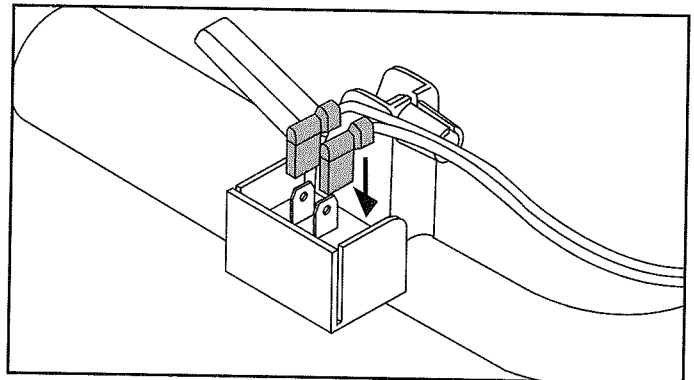

Fig. 12
7. Branchez les deux fils sur les bornes situées au bas du contact d'allumage (Fig. 12).